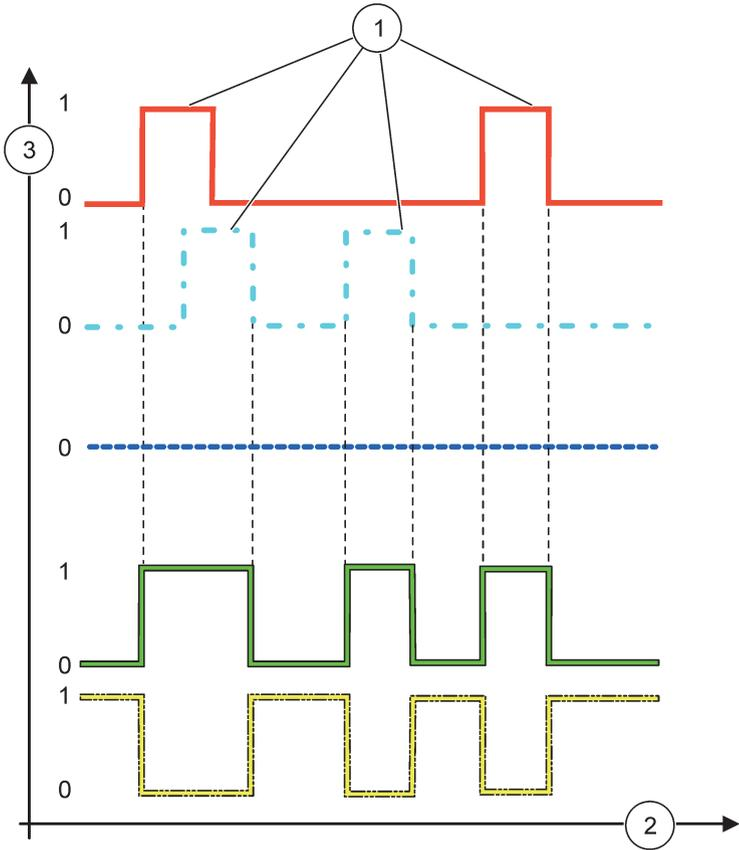

Figura 60 Comportamientos del relé: modo advertencia (siempre que la lista de errores y la lista de advertencias está activada)
Figura 60 muestra el comportamiento del relé en el modo advertencia bajo diferentes condiciones.
**Tabla 33 Código de línea/color de la Figura 60**